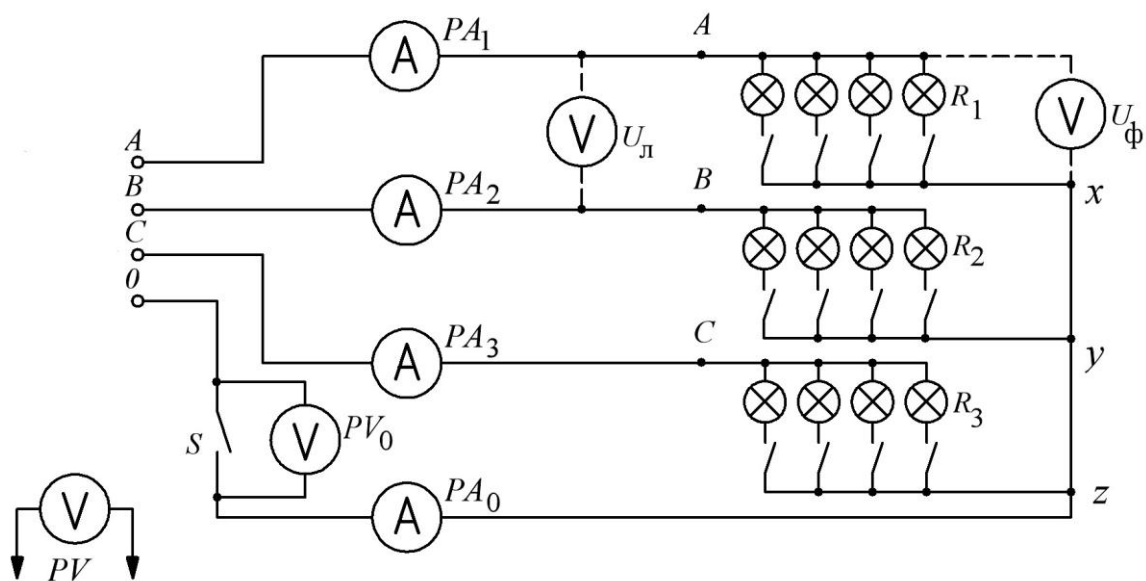

Рис. 5. Электрическая схема при соединении приемников звездой:
На рис. 5 приведена электрическая схема лабораторной установки для исследования трехфазной цепи при соединении приемников звездой. В качестве приемников используются три ламповых реостата, соединенных как показано на схеме рис. 5.
2. Собрать электрическую схему экспериментальной установки (см. рис. 5) и предъявить для проверки инженеру. С разрешения преподавателя провести опыты.